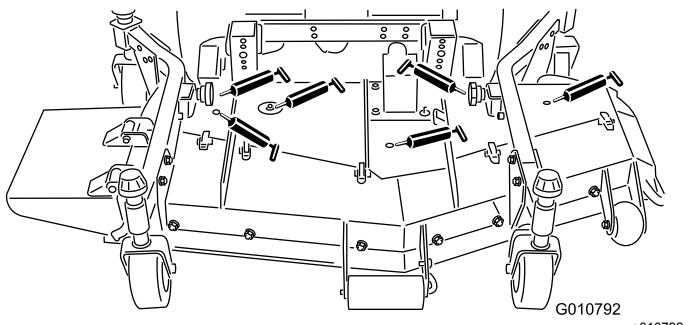

Figura 17
- Giunti sferici del braccio di spinta destro e sinistro (Figura 17)
- Cuscinetti del fusello della lama (Figura 17)